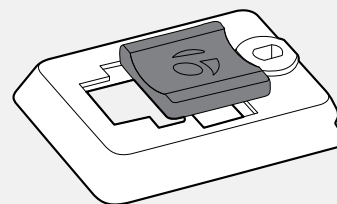

Figura 16. Apoyo introducido en la base del ciclómetro.
1. Introduzca el apoyo de goma con el logo en la parte trasera de la base del ciclómetro (figura 16).